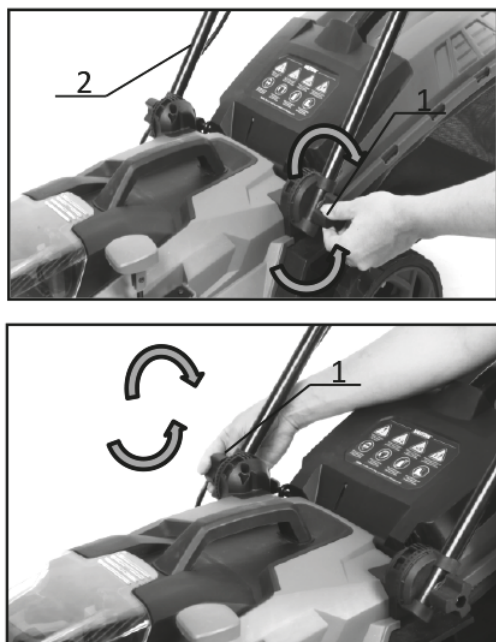

Рисунок 2. Схема складання та регулювання висоти руків'я.
4. З'єднати складові частини руків'я між собою (рисунок 2), зафіксувати частини руків'я фіксаторами з комплекту виробу, встановити і зафіксувати руків'я на корпусі виробу.
- послабити фіксатори регулювання висоти руків'я (1, рис. 2) з обох боків виробу, повернувши їх проти руху годинникової стрілки;
- міцно утримуючи нижнє руків'я (2, рис. 2), встановити його в потрібне положення.